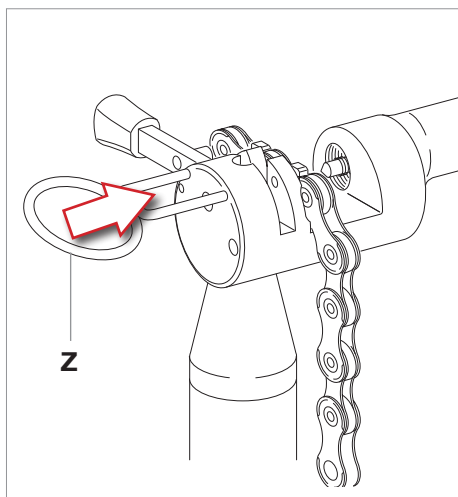

Fig.4
- bloquear el eslabón con el indicado dispositivo de bloqueo (Z) (Fig.4);